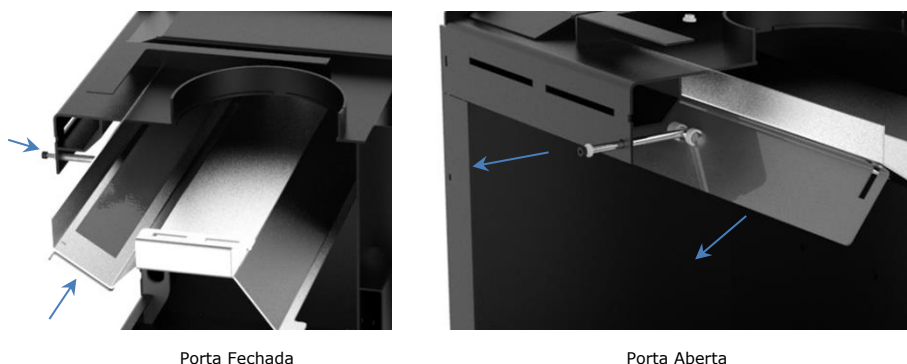

Figura 16 - Pala de fumos automática
* Controla a passagem/saída de fumos, no momento de abrir a porta, ou seja, quando o equipamento estiver em funcionamento e pretender reabastecer o equipamento com mais lenha, ao abrir a porta esta pala irá abrir de forma automática, Figura 16. Isto irá permitir uma maior e mais facilitada passagem de fumos pelo gargalo da chaminé, evitando retorno de fumos do equipamento para a divisão envolvente da habitação.